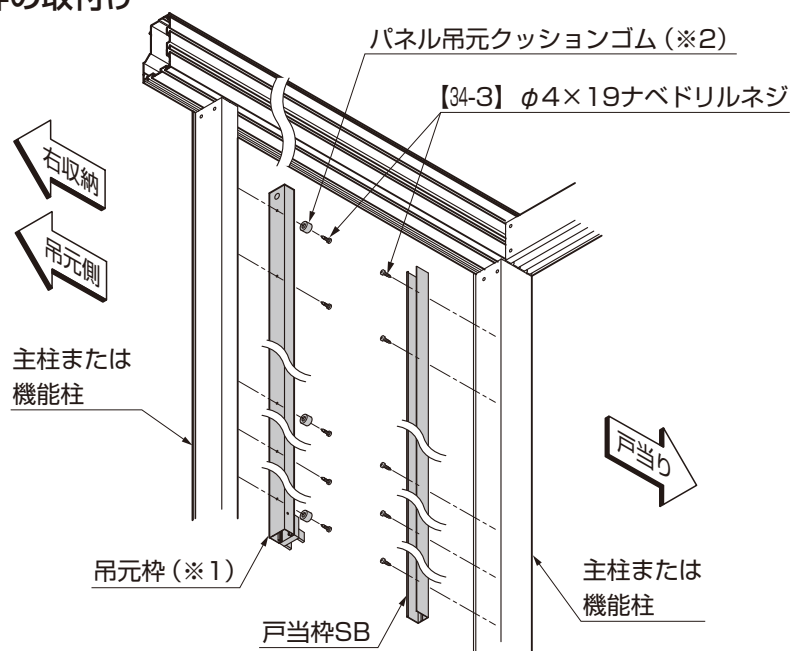
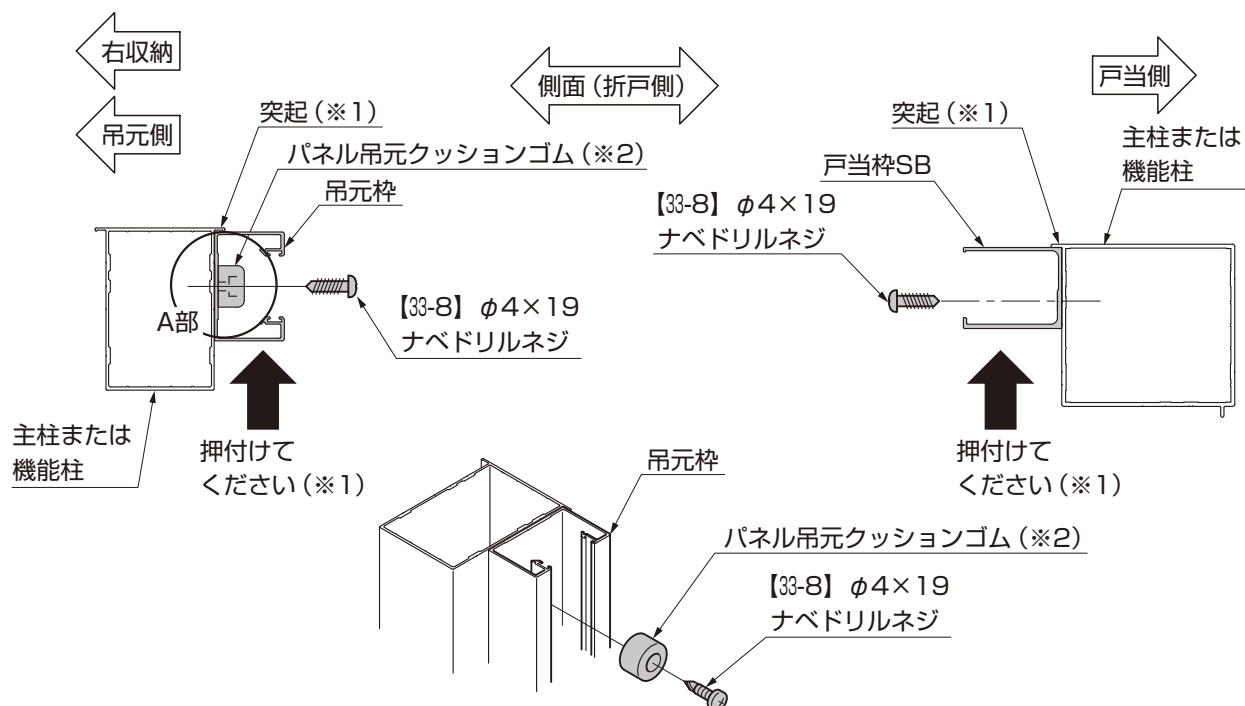

図3-2 吊元枠と戸当枠SBの取付け
図3-3 A部 パネル吊元クッションゴムの取付け
- ①吊元枠を主柱または機能柱の突起に押付けて(※1)から、吊元枠とパネル吊元クッションゴムを【33-8】で取付けてください。(図3-2、図3-3参照)
- ②戸当枠SBを主柱または機能柱の突起に押付けて(※1)から【33-8】で取付けてください。(図3-2、図3-3参照)